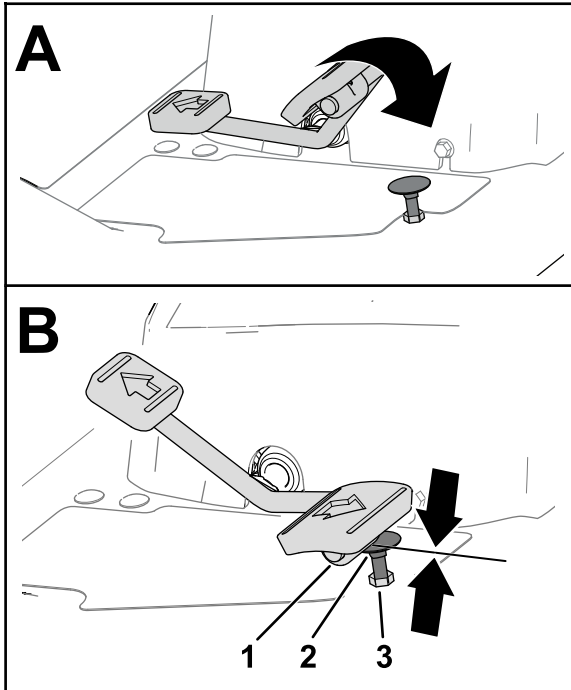
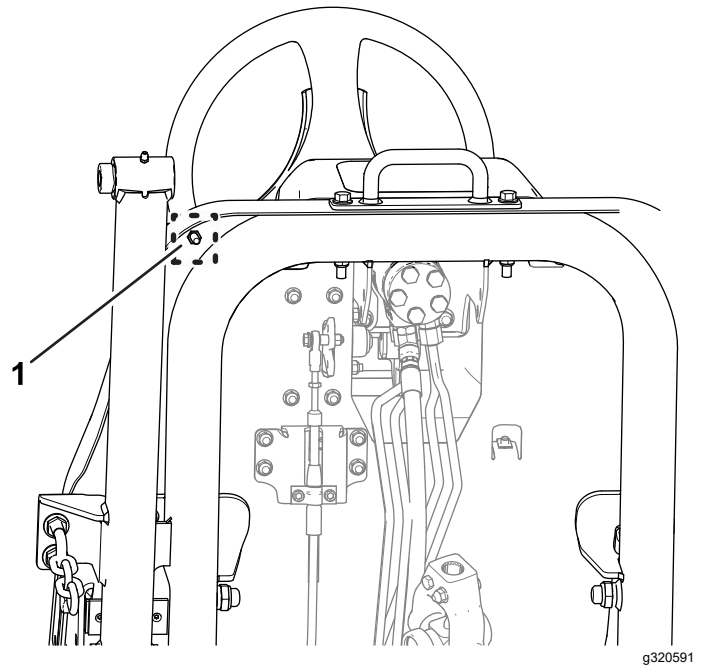

Figure 81
Figure 82
1. Poussez la pédale de déplacement à fond en avant (Figure 81).
- A. Bloquez la butée de la pédale de déplacement (Figure 81) avec une clé.
- B. Desserrez l'écrou de blocage au bas du repose-pied (Figure 82).
- C. Poussez la pédale de déplacement à fond en avant (Figure 81).
- D. Tout en maintenant la butée de la pédale de déplacement, réglez l'écrou de blocage situé au-dessus du repose-pied (Figure 81) jusqu'à ce que la pédale touche la butée.
- F. Tout en maintenant la butée de la pédale de déplacement, serrez l'écrou de blocage au bas du repose-pied (Figure 81 et Figure 82) à un couple de 37 à 45 N·m (27 à 33 pi-lb).